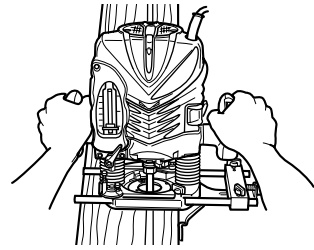

Fig. 15
- ① Inserte la barra de guía en el orificio del sujetador de la barra y, a continuación, apriete ligeramente los 2 pernos de aletas (B) de la parte superior de dicho sujetador.
- ② Inserte la barra de guía en el orificio de la base y, a continuación, apriete firmemente el perno de aletas (A) (accesorios estándar).
- ③ Utilice el tornillo de alimentación para realizar ajustes precisos de las dimensiones entre la broca y la superficie de la guía y, a continuación, apriete firmemente los 2 pernos de aletas (B) de la parte superior del sujetador de la barra y el perno de aletas (C) de fijación de la guía recta.
- ④ Como se muestra en la Fig. 15, asegure firmemente la parte inferior de la base a la superficie procesada de los materiales. Haga avanzar la fresadora mientras mantiene el plano de la guía sobre la superficie de los materiales.